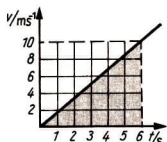

Bild 10
- 2.15 Berechnen Sie für die Bewegung, die durch das Diagramm (Bild 10) dargestellt wird, den in 6 s zurückgelegten Weg.